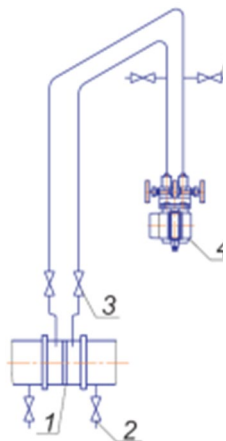

Рисунок 3.5
3.1.4.1 АИР-20/М2-Н монтируются на место эксплуатации в положении, удобном для эксплуатации и обслуживании. При этом порядок сборки преобразователей гидростатического давления приведен в п.3.1.4.10. В зависимости от параметров контролируемой среды и условий отбора давления АИР-20/М2-Н-ДД устанавливаются в соответствии с рис. 3.5 - 3.8. Следует учитывать, что ориентация преобразователя, особенно с верхним пределом измерений  $\pm 0,063$  кПа –  $\pm 10$  кПа, может вызвать смещение и необходимость подстройки начального сигнала на величину, зависящую от действующих сил, чувствительности преобразователя и его наклона. При выборе места установки АИР-20/М2-Н необходимо учитывать следующее: